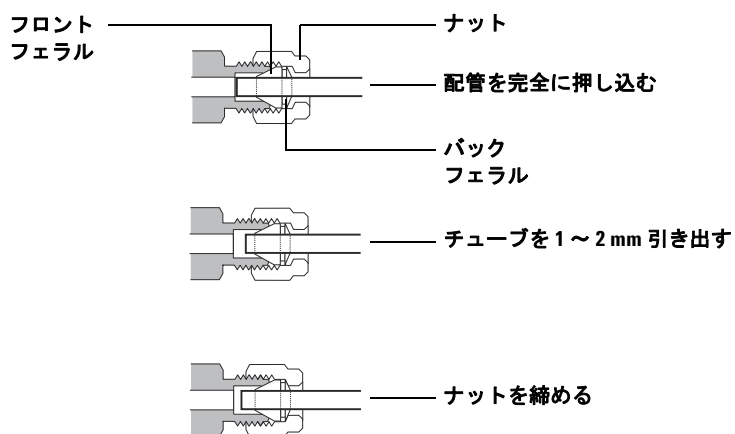

図 11 配管を挿入する
- 5 チューブを完全にプラグに押し込んでから、約 1～2 mm 引き出します (図 11)。